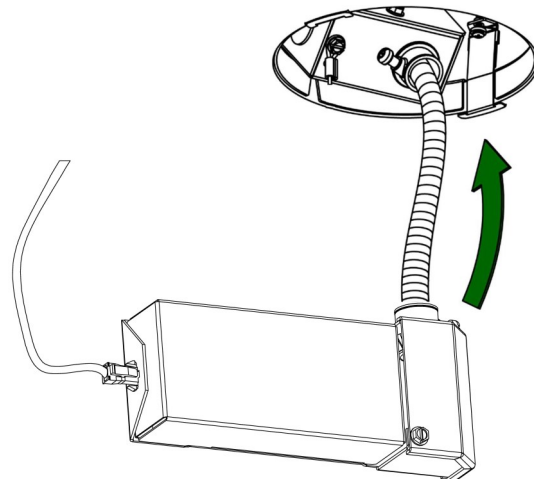

Fig. 10
10. Empuje el conducto de alimentación y la caja de empalmes a través de la abertura y hacia el espacio del plenum, seguido por el conjunto del controlador y el conjunto LED (Fig. 10).